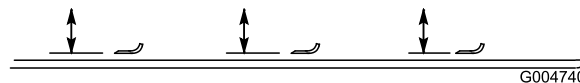

Figura 90
2. Rode a lâmina até que as suas extremidades se encontrem viradas para a frente e para trás (Figura 90). Meça a distância entre o interior da unidade de corte e a parte cortante na zona dianteira da lâmina. Anote esta medida.